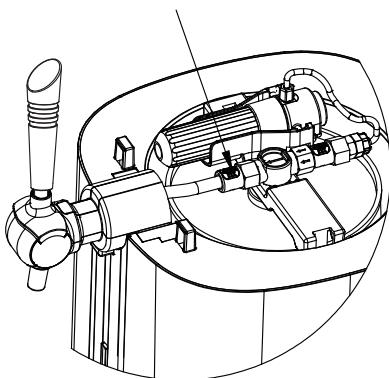

Figura 18
2. Desconecte el conector dispensador de vino del dispensador y pulse primero el botón blanco al retirarlo (Figura 18).